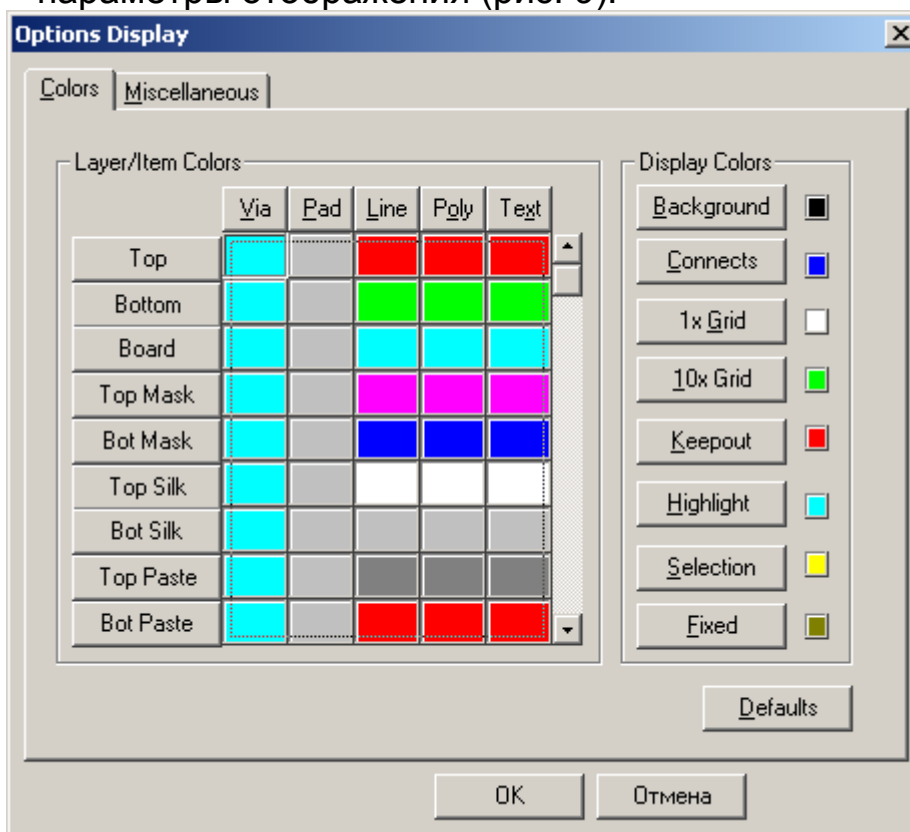

Рис. 9 Команда **Options Display**, вкладка **Colors**
- 5.1 Откройте команду **Options→Display** и перейдите на вкладку **Colors**. В открывшемся окне производятся параметры отображения (рис. 9).